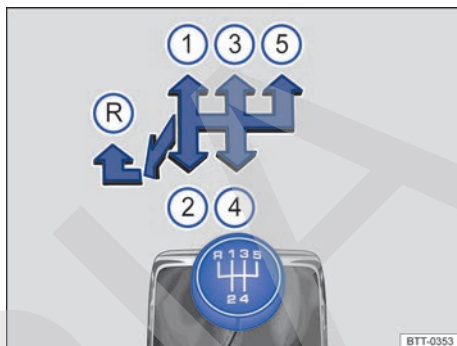

Fig. 99 Esquema de cambios de la transmisión manual de 5 marchas.
Las posiciones de cada marcha están representadas en la palanca de cambios → fig. 99.
- Empujar la palanca de cambios totalmente hacia la izquierda y después hacia adelante hasta la posición de la marcha atrás → fig. 99 (R).